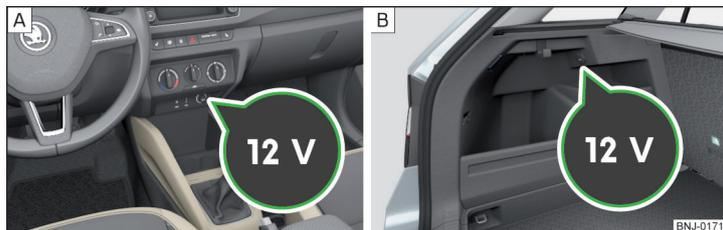

Fig. 73 Cobertura da tomada de 12 volts: na parte central do painel / na bagageira
- Para **utilizar**, remover a cobertura da tomada » Fig. 73 - **A** ou abrir a cobertura da tomada » Fig. 73 - **B**.